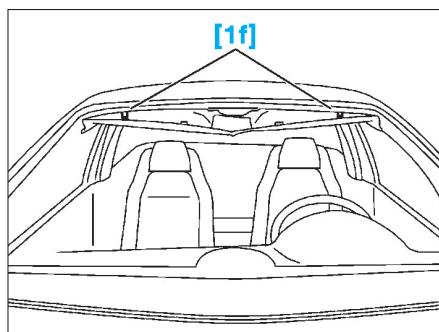

FIG. 71
- Mettre en place les 2 cales [1f] afin d'écarter la garniture de pavillon (Fig.71).